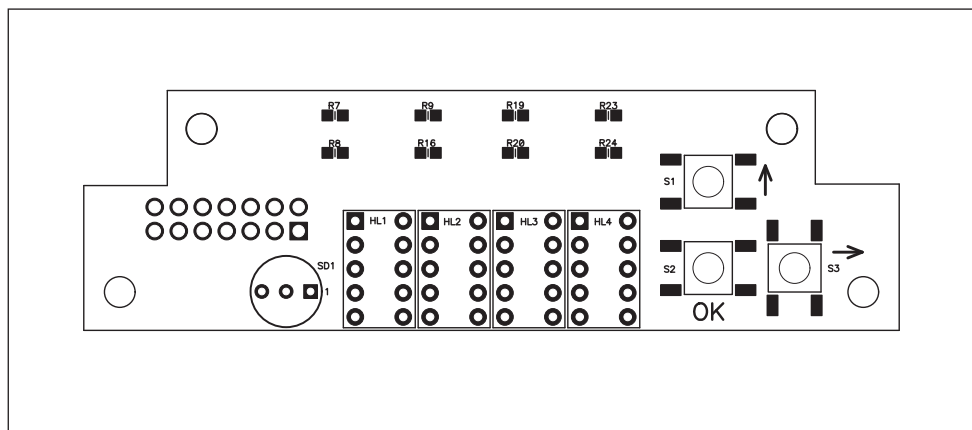

Рис.3 Плата индикации и управления
Настройка прибора и изменение параметров работы производится тремя кнопками ОК, ВВЕРХ и ВПРАВО. Кнопки расположены на плате индикации и управления (рис.3), активизируются только после входа в меню настройки (см. п.3. Инструкция по настройке).
- Кнопкой **ВПРАВО** можно перейти в следующий пункт меню или выбрать следующую цифру для изменения. Пункты меню чередуются в соответствии с деревом меню рис.3.